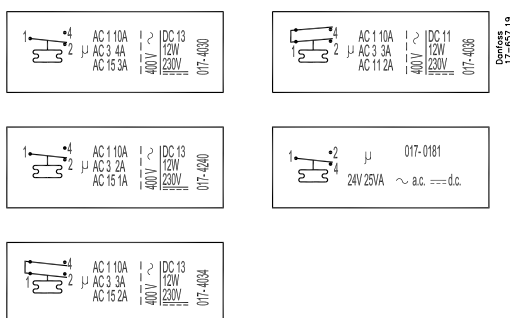

Fig. 5
The differential is set by rotating the differential adjusting nut (19) to the value indicated by the use of the nomogram in fig. 5. The maximum operating pressure is thus the sum of the setting pressure and the differential.
2. Set the pressure controller for 8.2 bar by rotating the knob (5).
3. Set the differential adjusting nut (19) at the figure 6 which is found by reading the nomogram in fig. 5.
Die Differenz wird mit der Differenzrolle (19) nach dem Nomogramm in Fig. 5 eingestellt. Der obere Ansprechdruck ist also gleich der Summe von Einstelldruck und Differenz.
2. Pressostat mit dem Einstellknopf (5) auf 8,2 bar einstellen.
3. Differenzrolle (19) auf die Zahl 6, die sich beim Ablesen des Nomogramms in Fig. 5 ergibt, stellen.
Le différentiel est réglé au moyen de la molette du différentiel (19) d'après le nomogramme de la fig. 5.
2. Régler le pressostat, au moyen du bouton cruciforme (5), sur 8,2 bar.
3. Régler le différentiel (19) sur le chiffre 6 donné par le nomogramme de la fig. 5.